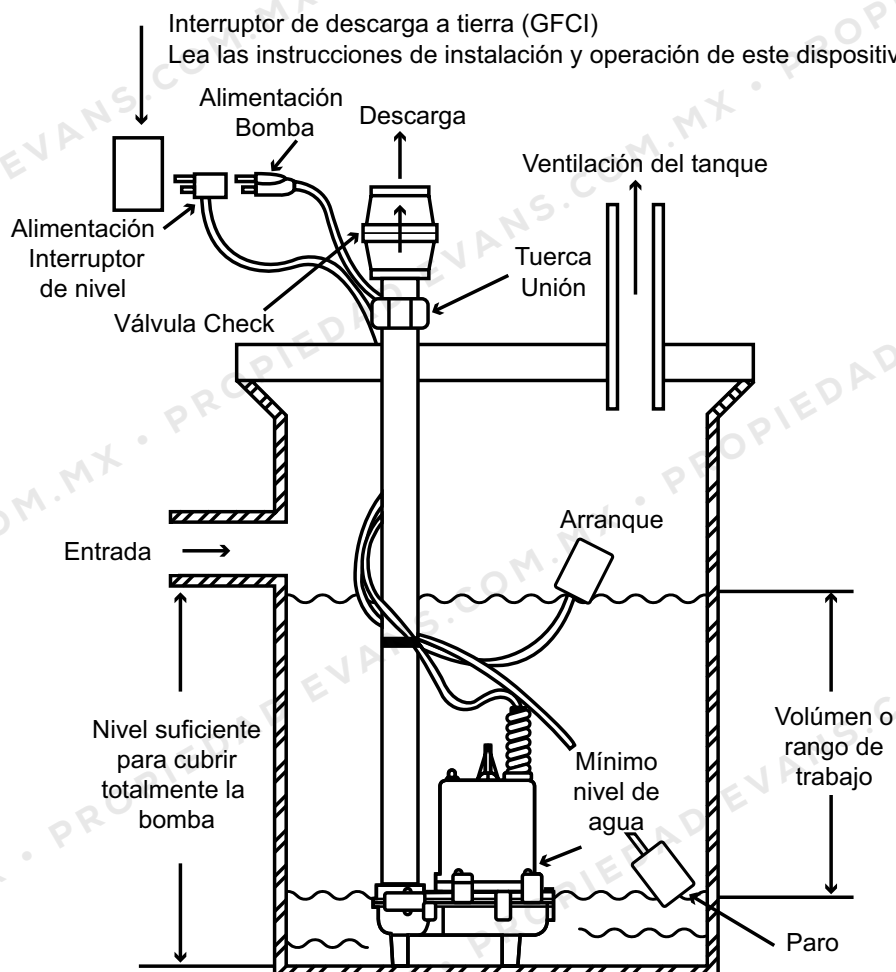

Fig. 2
- 4 Limpie el centro del cárcamo de agua, residuos o lodo para poder colocar la bomba en el centro del mismo, el cárcamo debe tener las dimensiones mínimas para que la bomba quede totalmente sumergida, el flotador puede estar incluido en la bomba o externo a ella, para que opere sin ninguna obstrucción. Si el cárcamo es para aguas residuales deberá tener una tapa a prueba de olores y ventilación en la parte superior (Fig. 2 y 3).
- 2.- Retire el opresor Allen y/o el tornillo del dren con la llave Allen necesaria, esto es para evitar que se barra la cabeza del tornillo. (Imagen 2)